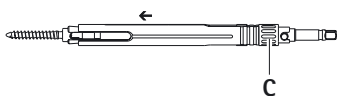

Fig. 5
- Deslizar a bucha externa **A** no sentido do parafuso pedicular e fixar o parafuso pedicular com o parafuso de aperto **C** na bucha de aperto **2**, ver Fig. 5.